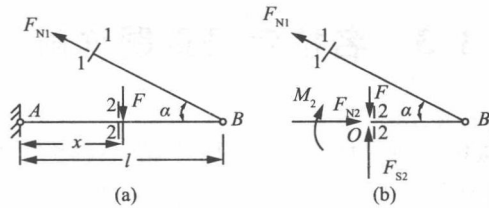

图 1-6
解: (1)应用截面法, 取 1-1 截面以下部分进行受力分析, 如图 1-6(a)所示。
(2)应用截面法, 取 1-1 截面以下, 2-2 截面右侧部分进行受力分析, 如图 1-6(b)所示。